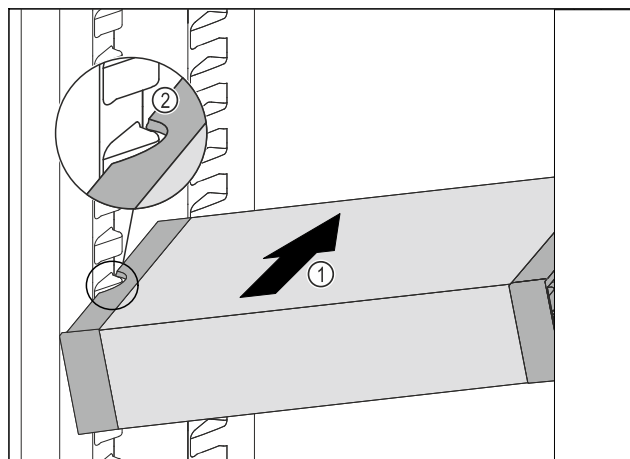

Fig. 176
- Împingeți VarioSafe oblic în frigider Fig. 176 (1), până când degajările laterale Fig. 176 (2) ale VarioSafese află la înălțimea nervurii recipientului din frigider.